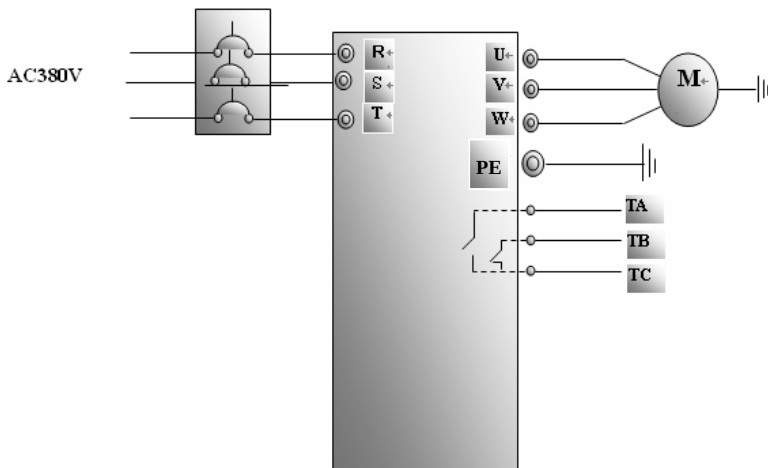

图 4-1 接线示意图 1
(1) 按图 4-1 配线，检查接线正确后，合上空气开关，变频器上电；
- (1) 按图 4-1 配线，检查接线正确后，合上空气开关，变频器上电；
- (2) 按方式键，进入编程菜单。
- (3) 设置变频器的功能参数：
- ① 进入 F132 参数，设置为 1，选择键盘点动
- ② 进入 F200 参数，设置为 0，选择操作键盘运行命令控制方式；
- ③ 进入 F124 参数，设置点动运行频率为 5.0Hz；
- ④ 进入 F125 参数，设置点动加速时间为 30s；
- ⑤ 进入 F126 参数，设置点动减速时间为 30s；
- ⑥ 进入 F202 参数，设置为 0，选择正转锁定。
- (5) 一直按住运行键，电机加速到点动设定频率，并保持点动运行状态；
- (6) 松开运行键，电机减速，直到停止点动运行；